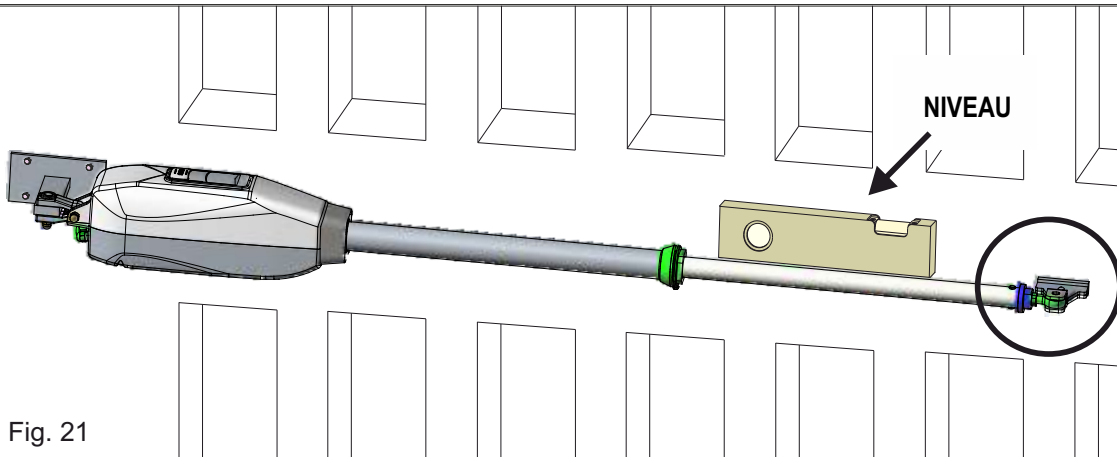
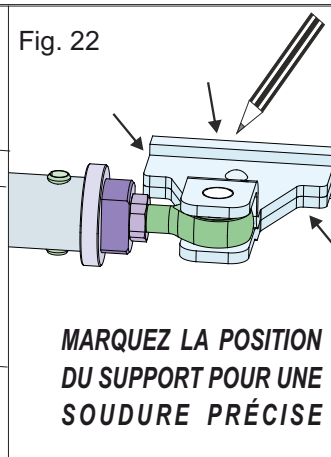

Fig. 21
Fig. 22
- Appuyer le support antérieur contre le portail et placer la tige dans l'emplacement - Fig. 22
- À l'aide d'un niveau - Fig. 21, assurez-vous que l'opérateur et le support sont en position parfaitement horizontale puis marquez la position de montage du support - Fig. 22